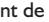

Fig. 9
- Lors de l'encastrement, tenez compte de la température Tc admissible. Pour les points de mesure Tc, voir (fig. 9).